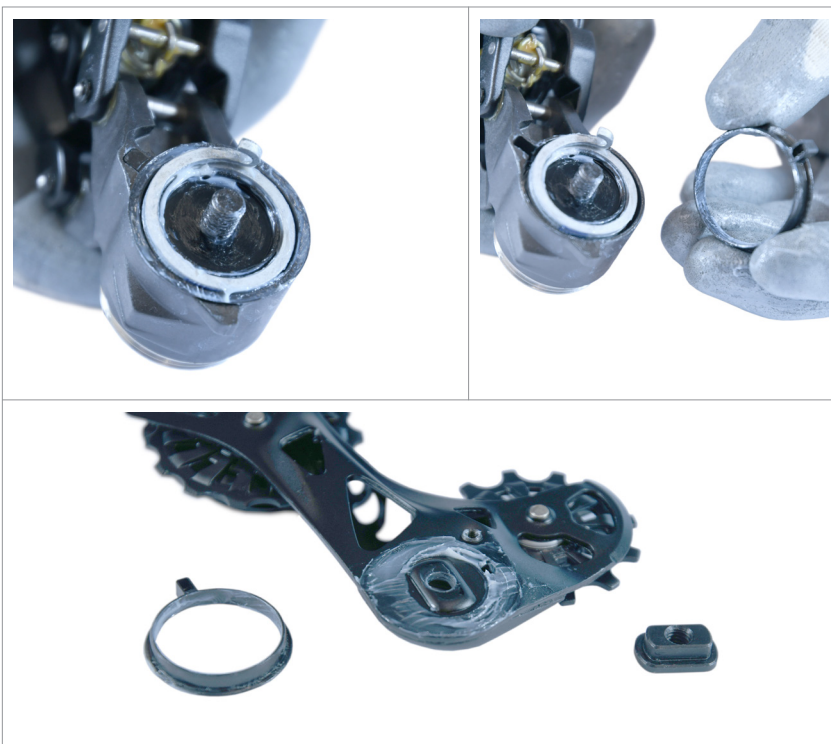

Abb.10
7) Entfernen Sie den Schwenkbügel und den Dichtungsring (Abb. 10).